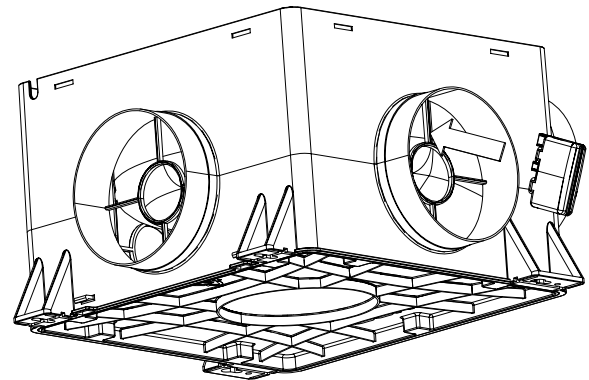

Figure 14 : encliqueter le Capteur intégré CO₂ dans la bouche de connexion
3. Fixez le Capteur intégré CO₂ de l'extérieur dans la bouche de connexion souhaitée en encliquetant sur la nervure la plus proche de la plaque support moteur ("Figure 14 : encliqueter le Capteur intégré CO₂ dans la bouche de connexion" à la page 10 : Encliquetage du Capteur intégré CO₂ dans la bouche de connexion). Pour cela, effectuez un mouvement de basculement en clipsant d'abord la pince inférieure puis la pince supérieure.